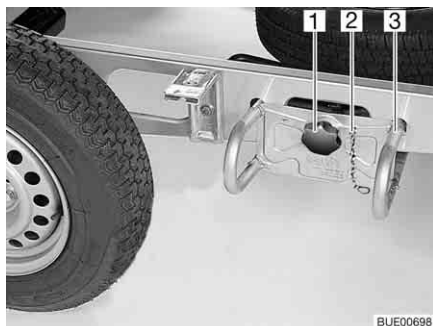

Bild 234 Ersatzrad-Halterung
- Die Sicherungskette (Bild 234,2) aushängen.
- Den Sterngriff (Bild 234,1) lösen und herausdrehen.
- Den Ersatzrad-Halter (Bild 234,3) ca. 10 cm weit herausziehen und am Boden ablegen.